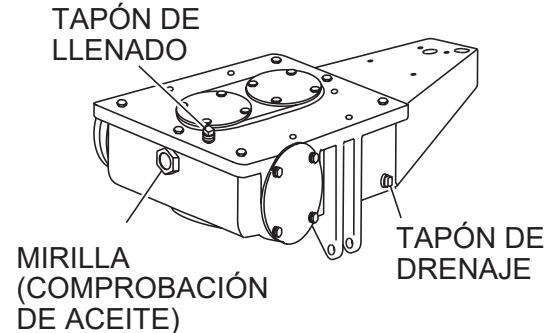

Figura 11. Aceite de la caja de engranajes
1. Compruebe el nivel de aceite de la caja de engranajes en cada caja observando la mirilla en la parte trasera de la caja. Vea la Figura 11.